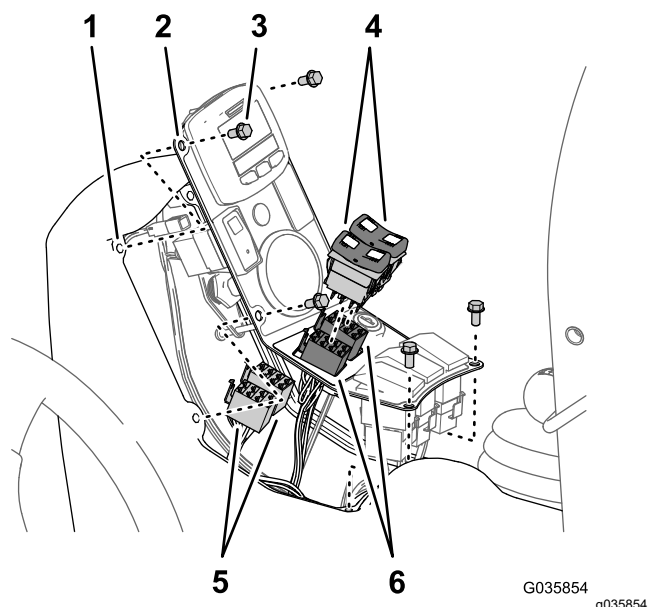
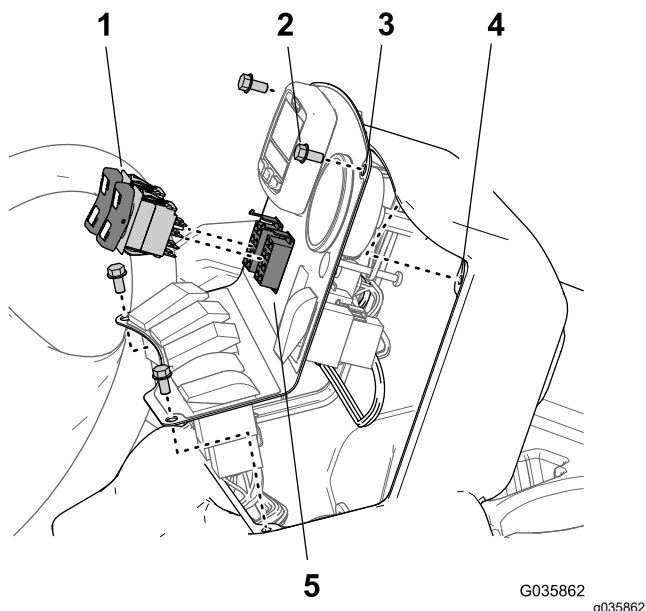

Рисунок 37
Рисунок 38
1. Отверните 4 болта с фланцевыми головками ($\frac{1}{4} \times \frac{1}{2}$ дюйма), которые крепят панель переключателей к центральной консоли, и поднимите панель (Рисунок 37 или Рисунок 28).
- Отсоедините 8-гнездовые соединители жгута проводов машины от переключателей подъема стрел (Рисунок 37 или Рисунок 38).
- Подсоедините клавишные переключатели к 8-гнездовым разъемам жгута проводов доводочного комплекта стрелы с ультразвуковым выравниванием (Рисунок 37 или Рисунок 38).
- Совместите отверстия в панели переключателей с рамой консоли (Рисунок 37 или Рисунок 38).
- Закрепите боковую крышку центральной консоли с помощью 4 болтов с фланцевыми головками ($\frac{1}{4} \times \frac{1}{2}$ дюйма) (Рисунок 37 или Рисунок 38) снятых при выполнении пункта 1.